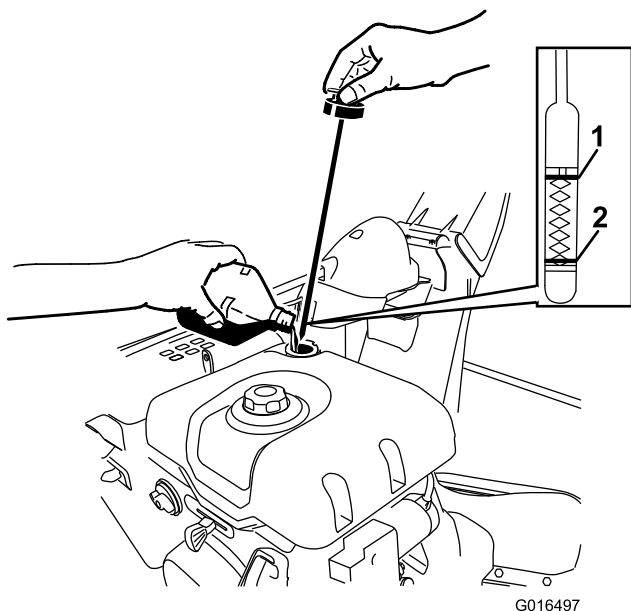

Figure 40
- Ressortez la jauge et contrôlez le niveau d'huile (Figure 40). Ajoutez de l'huile, si le niveau est en dessous du repère du minimum sur la jauge. Voir Vidange de l'huile moteur \(page 23\).